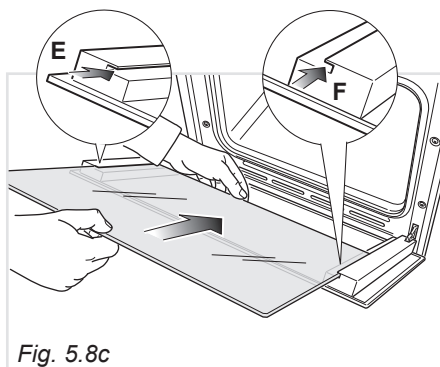
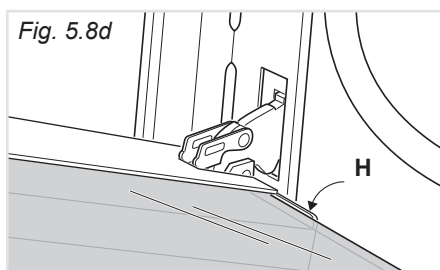

Fig. 5.8c
Fig. 5.8d
- Inserire il vetro nelle guide "E" ed "F" (fig. 5.8c) e farlo scorrere dolcemente fino ai fermi "H" (fig. 5.8d).